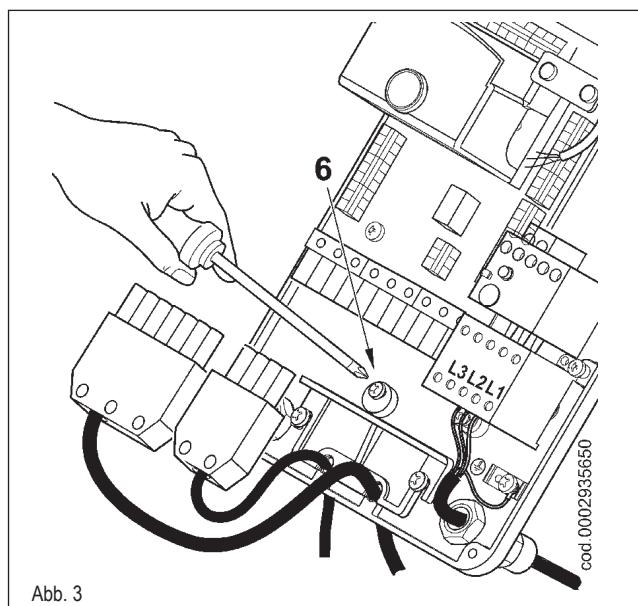
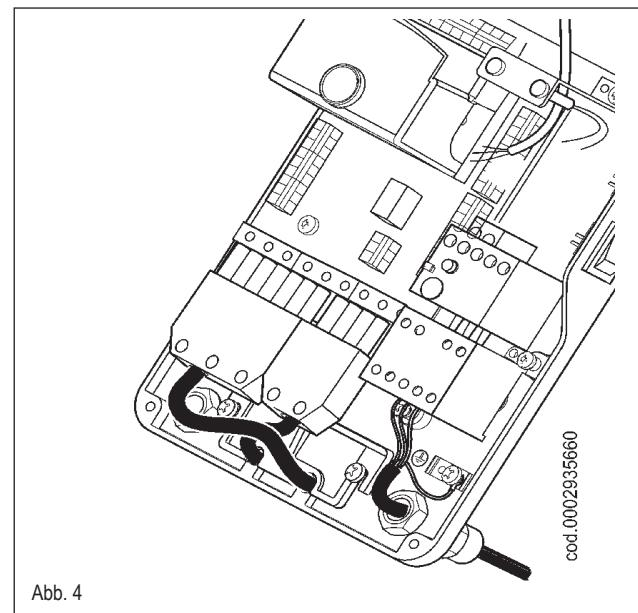

Abb. 3
Abb. 4
Das Kabelklemmplatte erneut der Abbildung 3 gemäß anordnen. Den Exzenter (6) so drehen, dass das Plättchen einen angemessenen Druck auf die beiden Kabel ausüben kann, dann die Schrauben, mit denen das Plättchen fixiert wird, anziehen. Schließlich die beiden 7- und 4-poligen Stecker anschließen (siehe Abbildung 4).
**WICHTIG:** Die Aufnahmen der Kabel für die 7-und 4-poligen Stecker sind jeweils für Kabel mit Ø 9,5-10 mm und Ø 8,5-9 mm vorgesehen, um damit mit die Schutzart IP 44 gewährleisten zu können (Norm CEI EN 60529), die für die Schalttafel vorgesehen ist. Die 4 Schrauben (1) mit einem angemessenen Anzugsmoment anziehen und sich von der korrekten Abdichtung überzeugen, um schließlich den Deckel der Schalttafel schließen zu können.